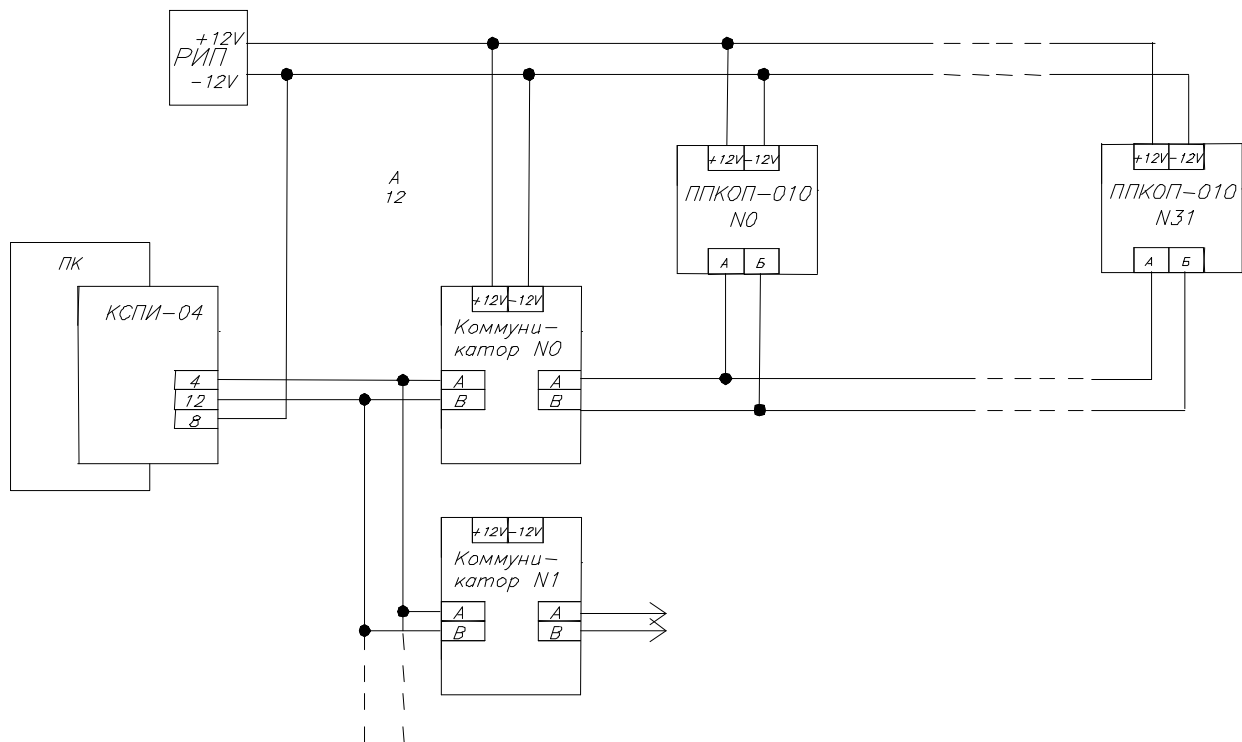

Рис.1
- а) установить КСПИ ПРИТОК-А-СКД в блок сопряжения БС-04 или в рабочий АРМ. Подключить линию связи до коммуникаторов в соответствии со схемой, приведенной на рис.1 используя при этом витую пару пятой категории. На концах линии связи установить терминаторы 120 Ом.
Монтаж производится в соответствии с паспортами на коммуникаторы и ППКОП 011-8-1-10 и в соответствии с рис.1. Коммуникаторы рекомендуется устанавливать в охраняемых помещениях, с таким условием, что линия связи от коммуникатора до приборов ППКОП 011-8-1-10 будет иметь минимальную длину.